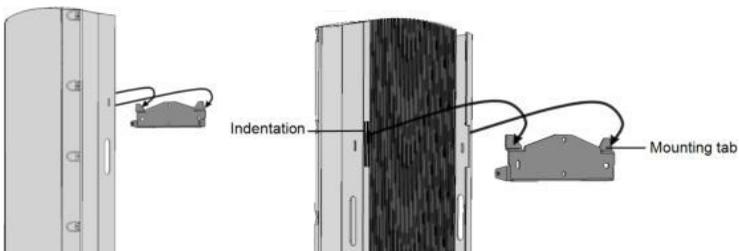

Рисунок 8: Підвішування інвертора на кронштейн
■ Переконайтеся, що плоский край кронштейна знаходиться внизу, як показано на Рисунок 8.
5. Повісьте інвертор на кронштейн (див. Рисунок 8): Підніміть інвертор за боки або тримайте його зверху та знизу, щоб підняти пристрій на місце.
7. Вставте два гвинти, що входять до комплекту, через зовнішні ребра радіатора з обох боків інвертора і в кронштейн (див. *Рисунок 8*).